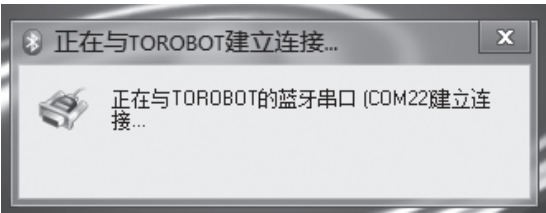

图 10.28 连接状态
(3) 点击问号图标，当只有在可以被选中的状态时，双击才可以进行下一步操作，一旦出现正在与TOROBOT建立连接的提示就是串口模拟成功并连接，连接状态如图10.28所示。